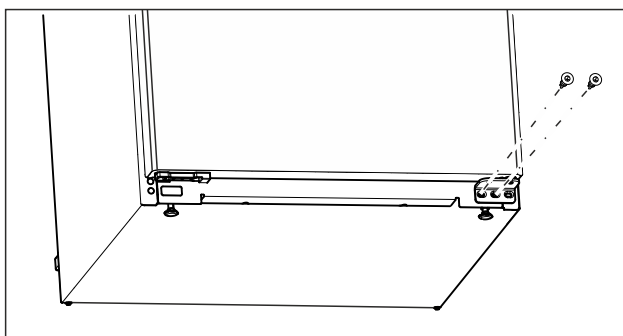

Fig. 13
- Pomocí šroubováku Torx 20 vyšroubujte prostřední šroub na spodním stojanu ložiska. (viz Fig. 13)
- Šroubovákem Torx 20 vyšroubujte vnitřní šroub na spodním stojanu ložiska. (viz Fig. 13)